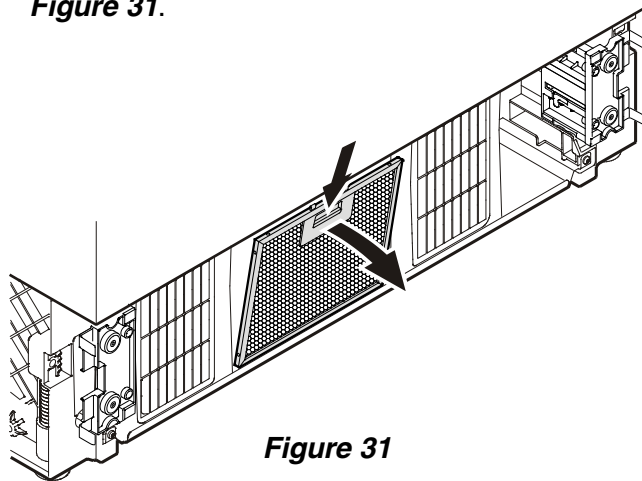

Figure 31
- Presser le bouton du filtre à air vers le bas, faire basculer le filtre vers l'avant puis le retirer - **Figure 31**.